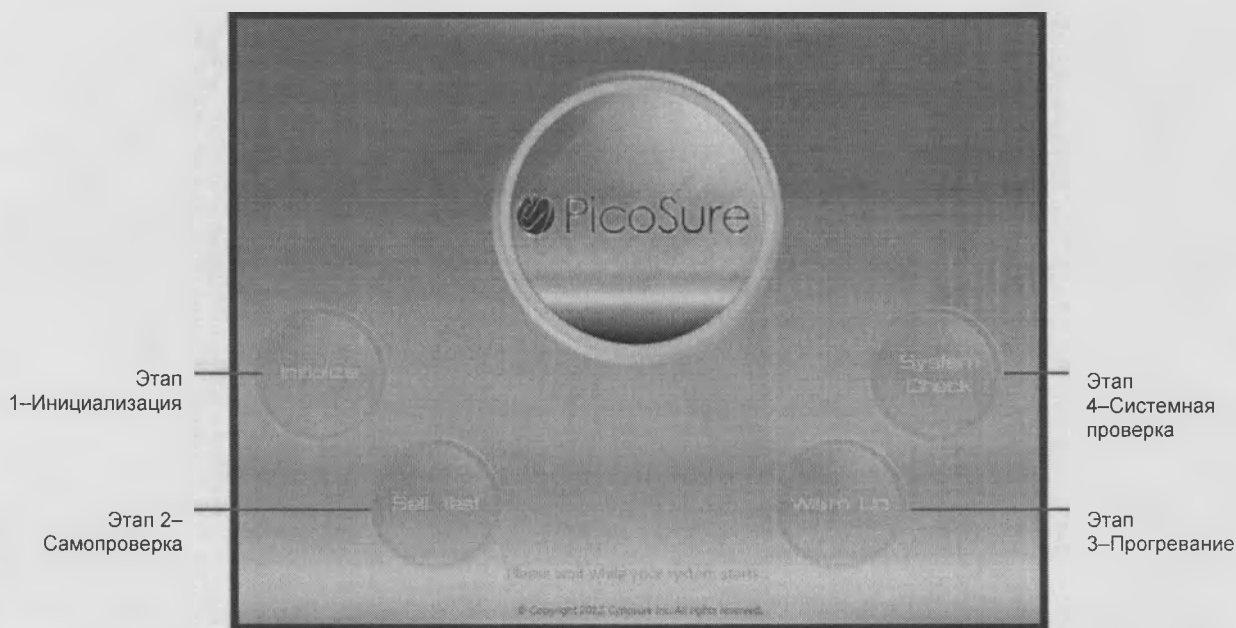

Рис. 5А. Процесс запуска
1. Для запуска рабочей станции вставьте ключ в пусковой переключатель и поверните его в положение включения (I).
2. Появляется экран загрузки. Прежде чем лазер может быть использован по назначению, выполняются четыре последовательных этапа: инициализация, самопроверка, прогревание и системная проверка. См. **рис. 5** ниже.